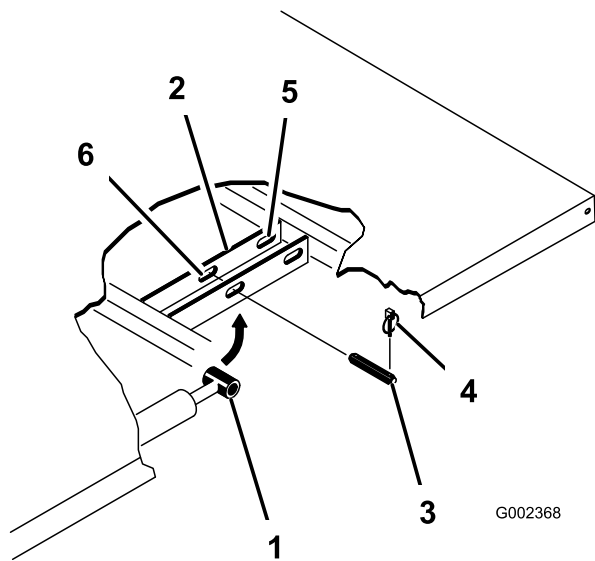

Figure 21
3. Retirez les goupilles à anneau aux extrémités extérieures des axes des tiges de vérins (Figure 21).
- Retirez les axes de chape qui fixent les extrémités des tiges de vérins aux plaques de montage du plateau en les poussant vers l'intérieur (Figure 21).
- Retirez les goupilles à anneau et les axes de chape qui fixent les supports de pivot aux profilés du cadre (Figure 21).